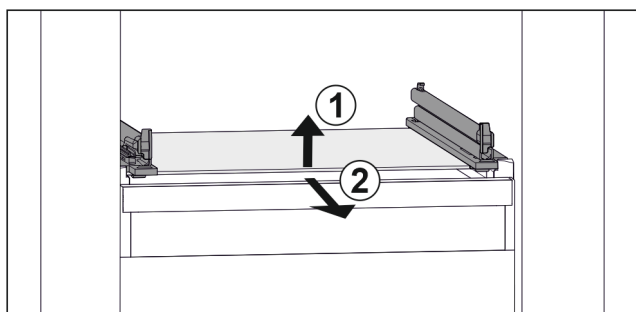

Fig. 71 Eksempel på fremstilling av glassplaten
- ▶ Løft opp glassplaten foran. Fig. 71 (1)
- ▶ Ta ut glassplaten fremover. Fig. 71 (2)